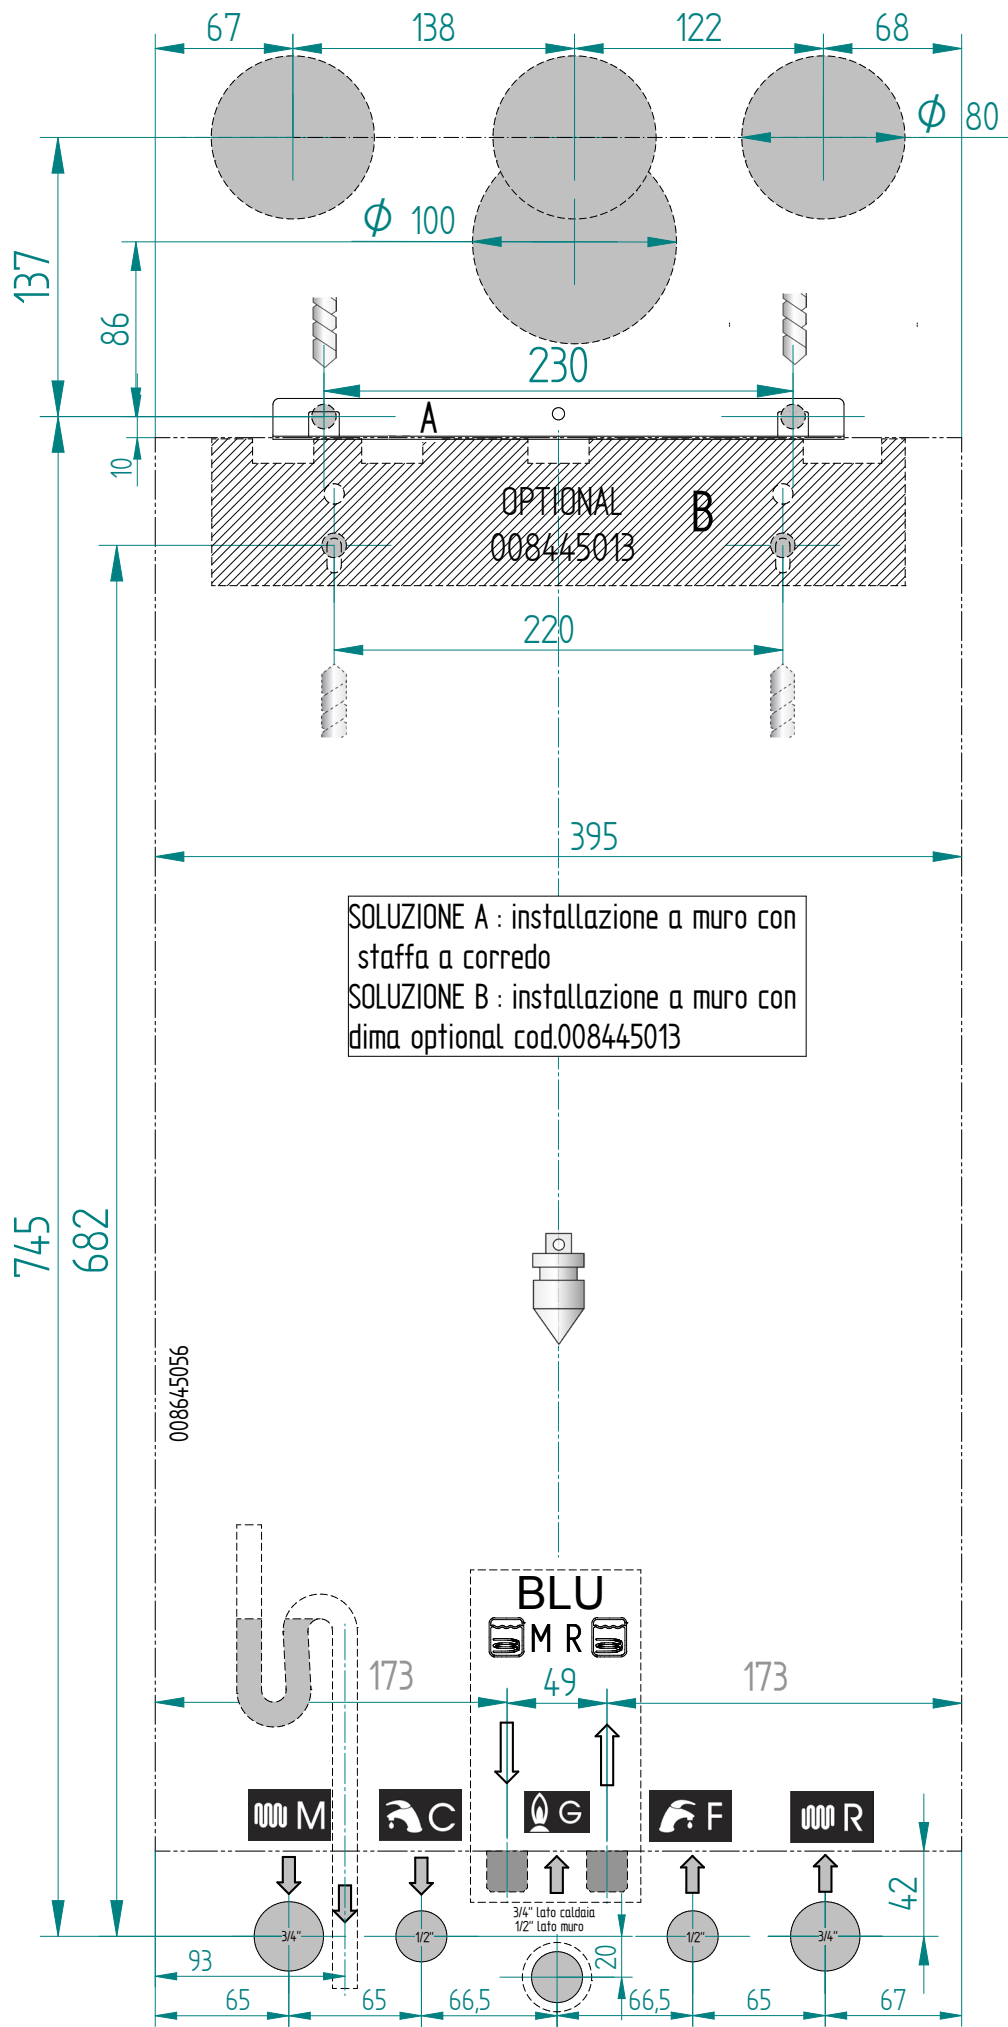

fig. 7
- c) la dima di fissaggio della caldaia al muro (fig. 7).
Ogni apparecchio è corredato di un'apposita dima in carta contenuta nell'imballo (fig. 7).
- fissare la dima (fig. 7) alla parete;
- realizzare nel muro i fori per i tasselli di fissaggio scelti per la staffa di sostegno della caldaia (staffa A in fig. 7);
- posizionare i raccordi per l'allacciamento della condotta di alimentazione del gas (G), della condotta di alimentazione dell'acqua fredda (F), dell'uscita acqua calda (C solo modello Blu), della mandata secondaria verso il bollitore (solo modello Blu SV), del ritorno secondario dal bollitore (solo modello Blu SV), della mandata riscaldamento (M) e del ritorno riscaldamento (R) in corrispondenza degli stessi punti sulla dima (parte inferiore);
- realizzare nel muro i fori per i tasselli di fissaggio scelti per la staffa di sostegno della caldaia (staffa B (008445013) in fig. 7);
- smontare e rimontare al contrario la staffa standard (A) sulla caldaia;